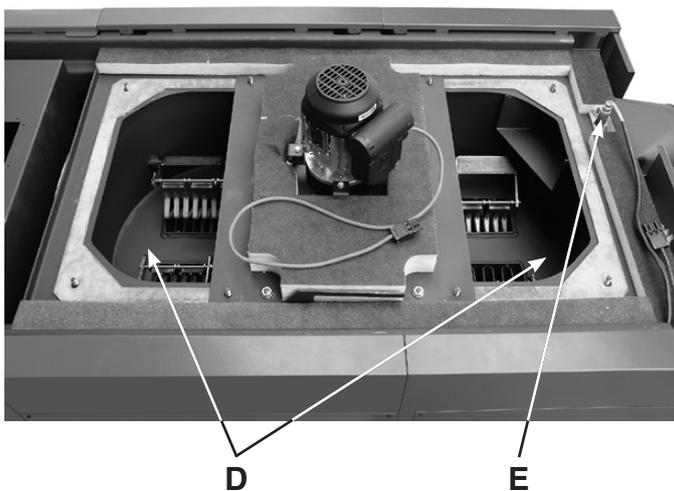

Bild 22
2. Stecker abziehen (A)
3. Flügelmuttern lösen (B)
5. Abgas-Sammlerdeckel abnehmen (C)
6. Asche herausaugen (D, Bild 22)